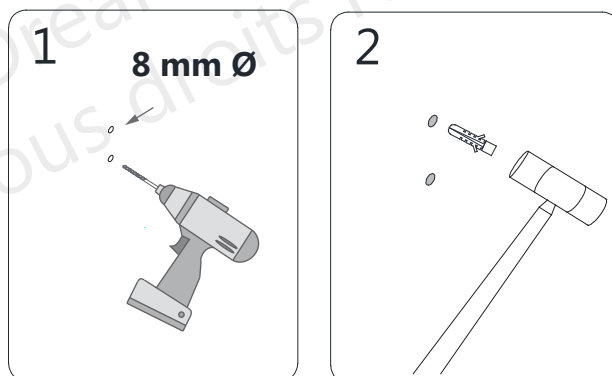

Fig 10
10. À l'aide des repères de l'étape précédente, percez les trous dans le mur **avec une mèche 8 mm Ø** et insérez les ancrages **Muraux (N° 18)**. Posez la fixation du rail (**N° 02**) et le **profilé mural de gauche (N° 06)** avec des **vis à tête fraisée ST4.2 x 40 (N° 17)**. (**Fig 10**)